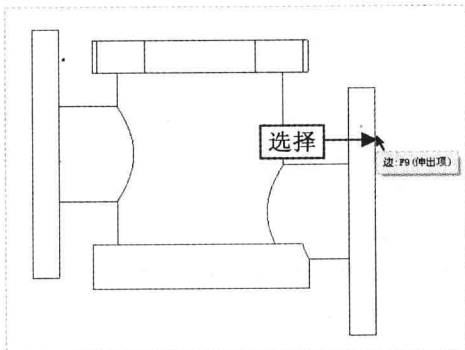

图 12-30 选择参考边
Step 03 在绘图区图形的右侧边上单击鼠标左键，选择参考边，如图 12-30 所示。